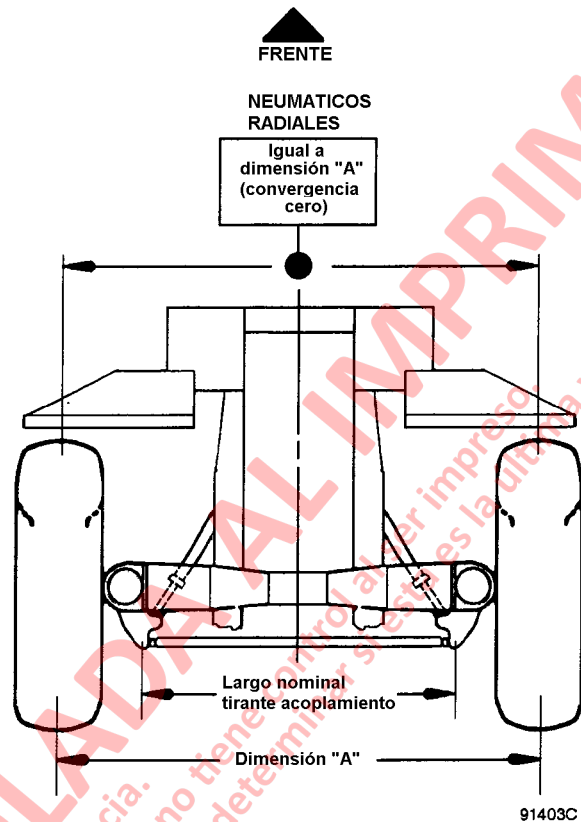

FIGURA 3-10. MEDICION DE LA CONVERGENCIA
2. Revise la convergencia midiendo la distancia entre los centros de los neumáticos delanteros. Estas mediciones se deben tomar en la línea central horizontal en la parte delantera y trasera de los neumáticos. Consulte la Figura 3-10.